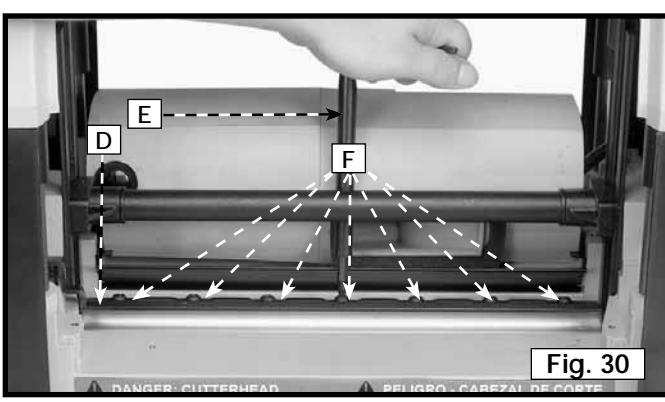

Fig. 30
6. Utiliser la clé (E) fig. 30 pour desserrer suffisamment les sept vis (F) de manière à ce que la barre de verrouillage (D) se sépare du couteau.